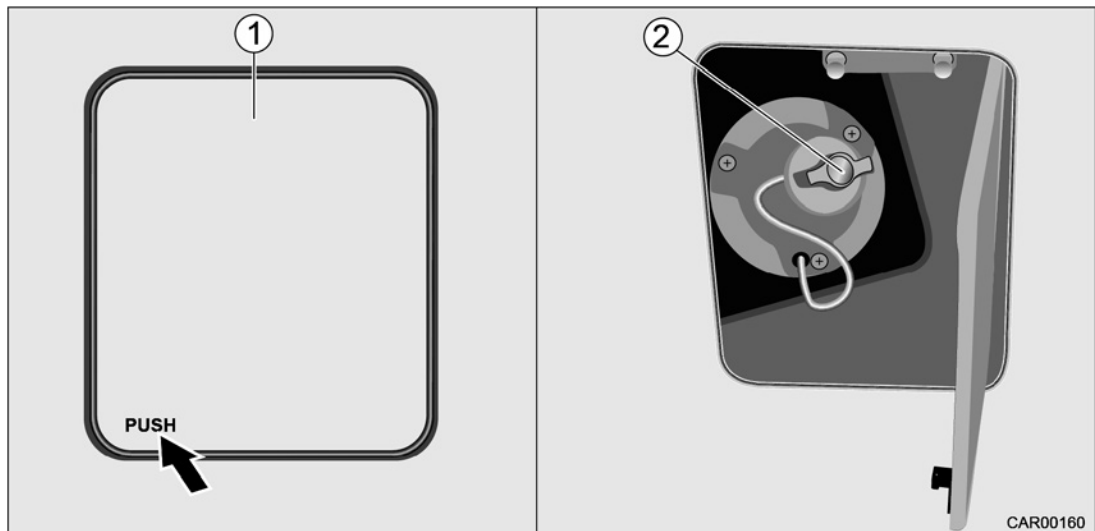

Fig. 28 Bouchon de carburant AUS 32
1. Ouvrir le bouchon de carburant (Fig. 28/1). Pour cela appuyer sur le coin inférieur avec l'inscription « PUSH ». Le clapet s'ouvre.
2. Dévisser le bouchon (Fig. 28/2) dans le sens anti-horaire.
1. Tourner le bouchon de fermeture (Fig. 28/2) dans le sens horaire jusqu'en butée.
2. Fermer le clapet du bouchon de carburant (Fig. 28/1). Pour cela appuyer sur le coin inférieur avec l'inscription « PUSH » et faire encliqueter le clapet.